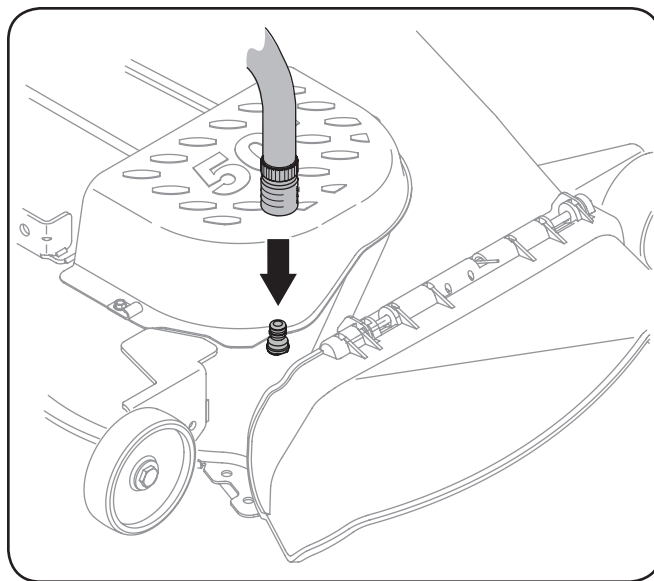

Figura 6-3
4. Una el acople de la manguera al puerto de agua que se encuentra en la superficie de la plataforma. Vea la Figura 6-3.